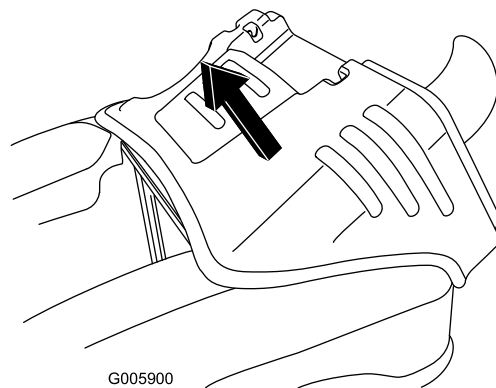

Figura 25
6. Afferrate la parte anteriore e posteriore del cofano del motore e sollevatelo per rimuoverlo dal telaio (Figura 25).